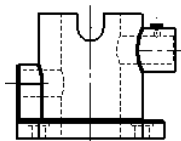

图 9.4.13 “隐藏线可见”显示模式
-  (隐藏线可见)：视图中的不可见边线以虚线显示，如图 9.4.13 所示。
下面以图 9.4.13 为例，说明如何将视图设置为“隐藏线可见”显示状态。